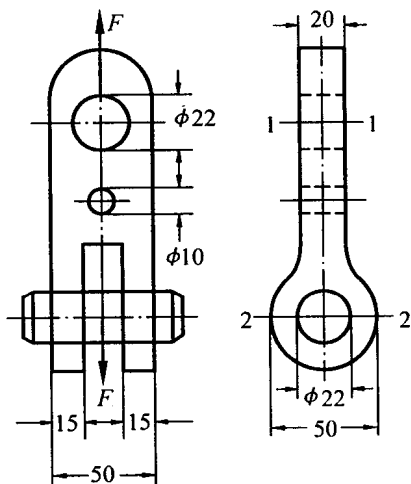

图 2-2
2.2 作用于图 2-2 所示零件上的拉力 $F = 38 \text{ kN}$, 试问零件内部最大拉应力发生在哪个截面上? 并求其值。